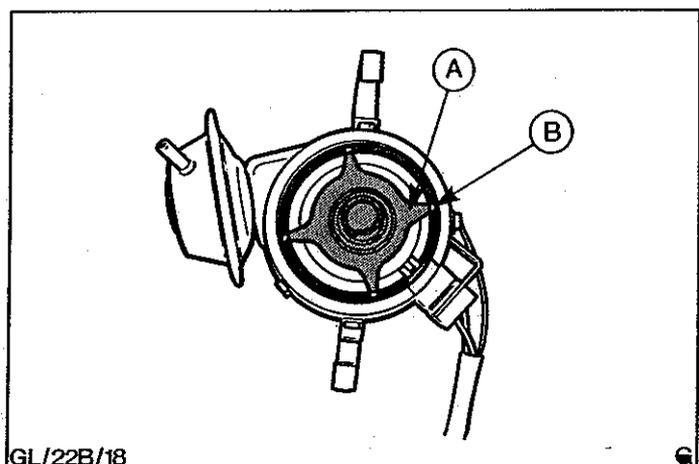

Abb.69 Arme des Verteilerankers stehen gegenüber den Statorpolen.
- d) Verteilerklemmschraube lösen und Verteiler so drehen, daß die Arme des Verteilerankers und die Statorpole sich gegenüberstehen, Abb.69.